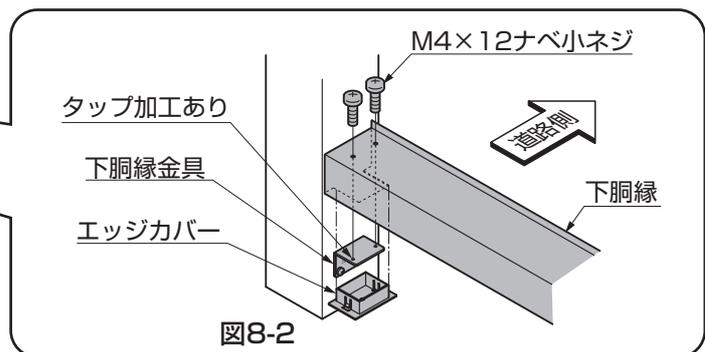

図8-2
- 下胴縁金具は、タップ加工がある穴を天面にして取付けてください。(図8-2参照)
(2) スクリーンの取付け
- ① スクリーンを上側からフレームに差込み、下胴縁に乗せて「 $\phi 4 \times 19$ ナベドリルネジ」で取付けてください。